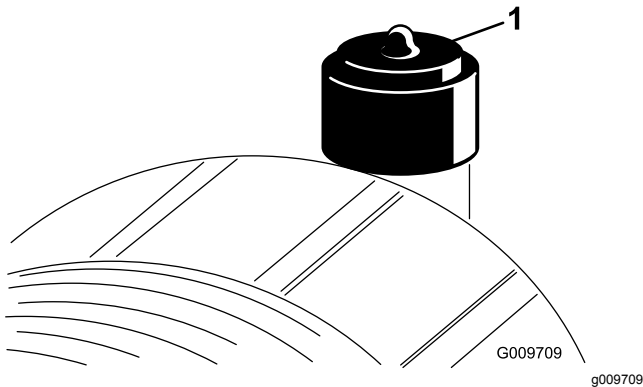

Bild 25
Warten Sie den Luftfilter nur, wenn die Wartungsanzeige dies angibt (Bild 25). Das frühzeitige Auswechseln des Luftfilters erhöht nur die Gefahr, dass Schmutz in den Motor gelangt, wenn Sie den Filter entfernen.
6. Stellen Sie die Anzeige (Bild 25) zurück, wenn sie auf Rot steht.